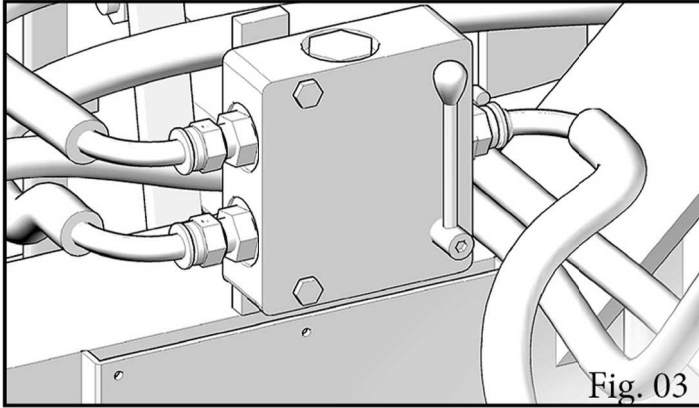

Fig. 03
- \* Válvula de regulagem de fluxo (motor hidráulico) *Fig. 03*.
- \* Flow adjustment valve (hydraulic motor) Fig. 03.
- \* Válvula de regulación de caudal (motor hidráulico) Fig. 03.